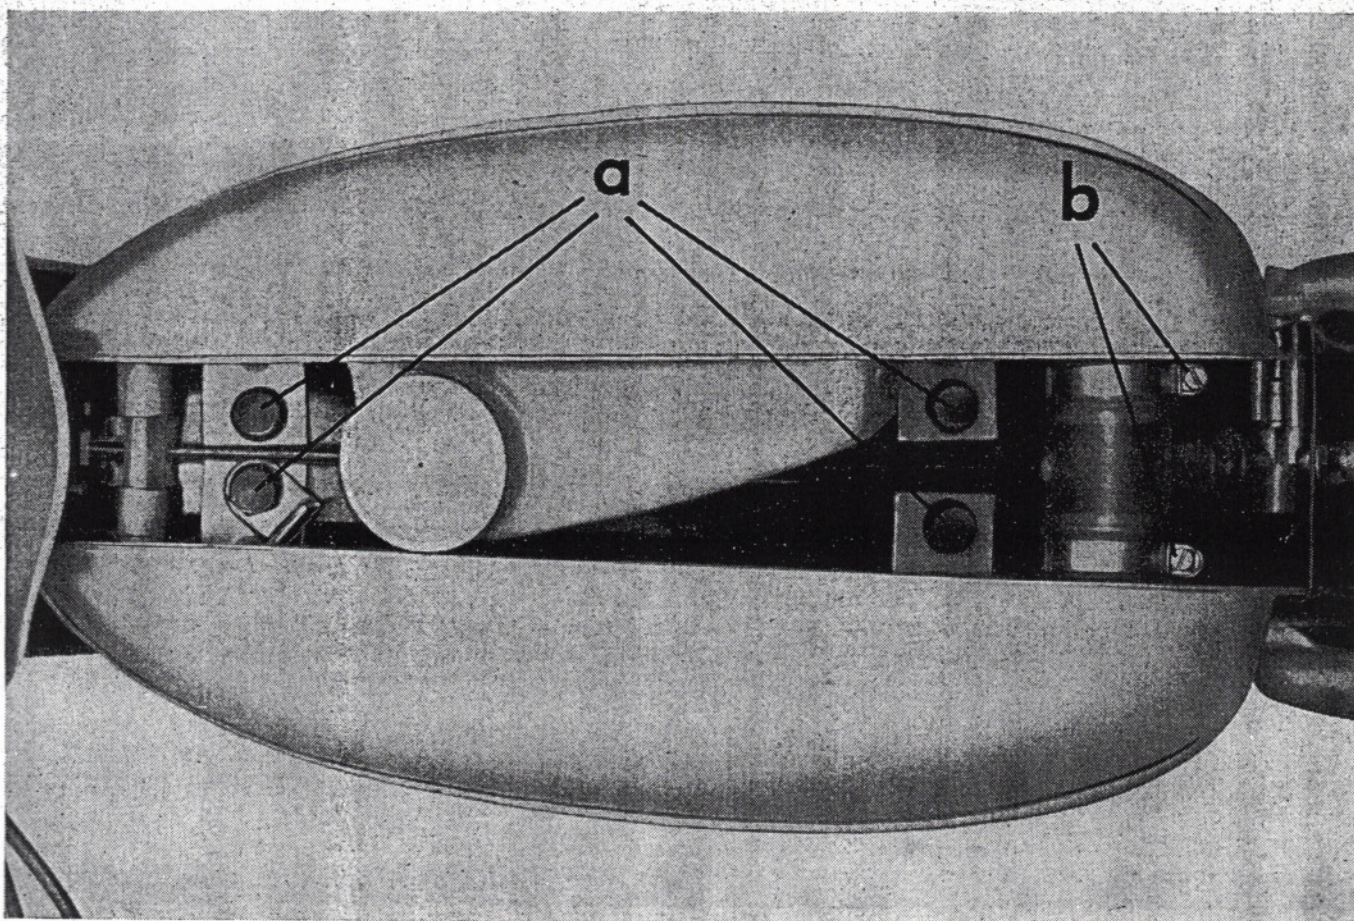

Abb. 148 Kraftstoffbehälter eingebaut
2. Sechskantschrauben „a“ (Abb. 148 M 8 x 12 SW 14) herausdrehen.